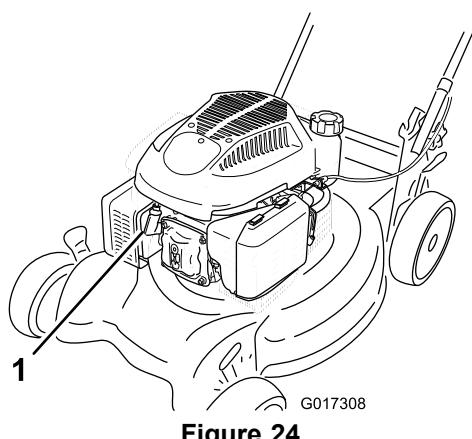

Figure 24
- Débranchez la bougie (Figure 24) avant de procéder à un quelconque entretien.